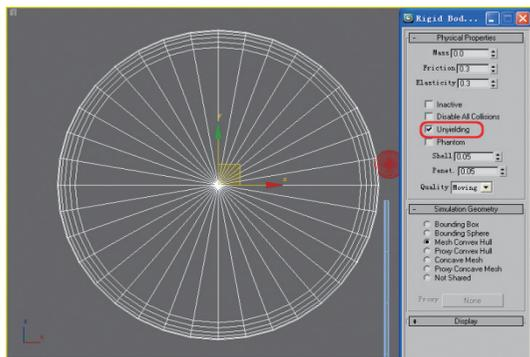

图9-104 设置动力学参数
**08** 选择“转轮”，单击reactor工具栏上的按钮，打开刚体属性面板，按照图9-104所示的参数修改刚体属性。